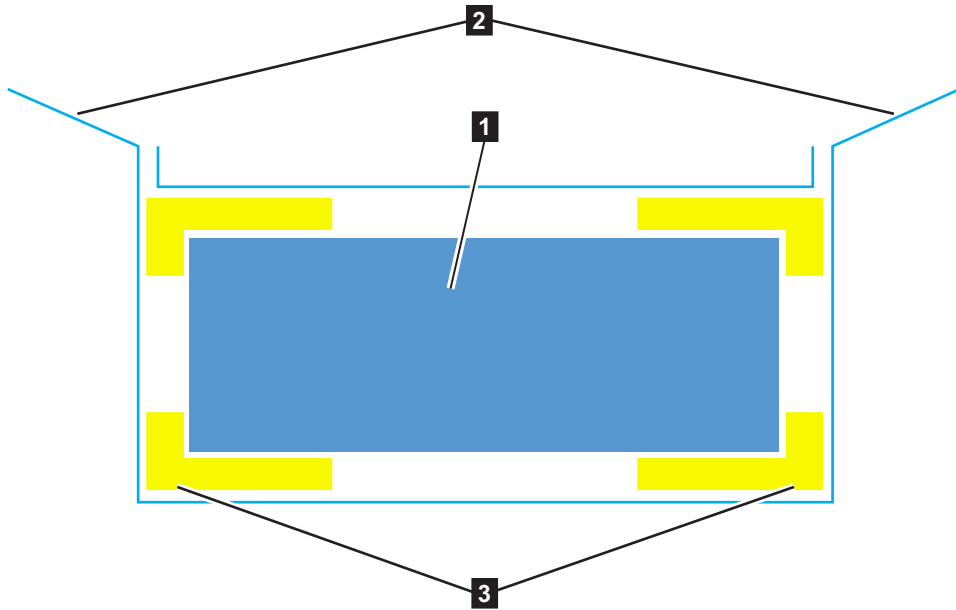

図 32. 梱包材
3. 図 32 に示すように、配送用の箱の隅を切断し、下へ折り返して拡張エンクロージャーの側面と前面を露出させます。